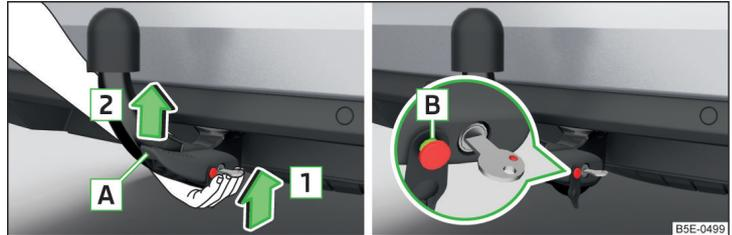

Abb. 291 **Kugelstange einsetzen / Auslösebolzen in ausgefahrenem Zustand**
- › Die Kugelstange **von unten** » Abb. 291 fassen und in den Aufnahmeschacht in Pfeilrichtung **1** bis zum hörbaren Einrasten einsetzen » **I**.